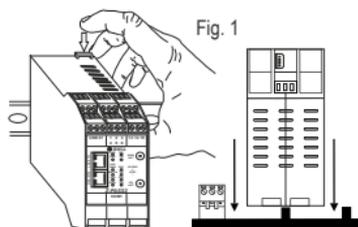

Fig. 1
- 2) Introducir el conector trasero IDC10 del módulo en una ranura libre del accesorio para el carril OMEGA como se muestra en la Fig 1. (la introducción es unívoca porque los conectores son polarizados). Para fijar el módulo al carril OMEGA, apretar los dos ganchos ubicados a los lados del conector posterior IDC10 como se muestra en la Fig 1.